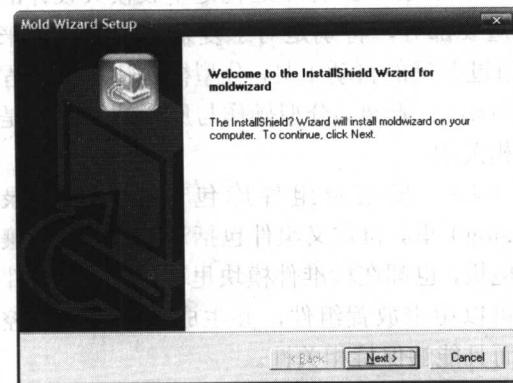

图 1-1 Mold Wizard 安装界面
- ① 将 Moldwizard 安装光盘放入光驱后，自动运行出现“Mold Wizard Setup”安装界面，如图 1-1 所示。该对话框的出现表明已经通过 UG 的验证，可以正常安装 Mold Wizard。